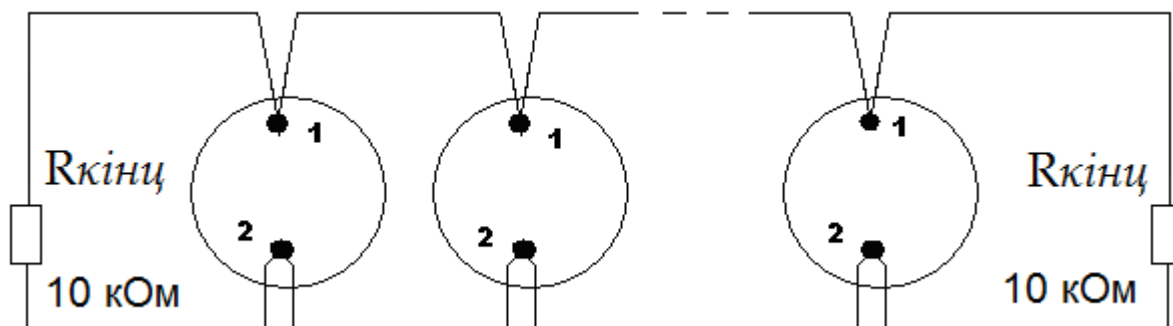

Рис. 3 Схема з'єднання сигналізаторів СПД-3.4 в локальну мережу пожежної сигналізації
6.10 При об'єднанні сигналізаторів в локальну мережу необхідно за допомогою двопровідного шлейфу з'єднати однойменні контакти баз між собою, ввівши дроти шлейфу через два отвори Ø 8 мм в базах, а на початку і в кінці шлейфа сигналізації встановити резистори R_{кінц}. Перевірити роботу групи сигналізаторів, викликавши спрацювання будь-якого з них відповідно до п. 6.8. На сигналізаторі що спрацював, включиться переривчастий звуковий сигнал і будуть спостерігатися часті спалахи червоного оптичного індикатора. Всі інші сигналізатори повинні видати тільки переривчасті звукові сигнали. Схема підключення сигналізаторів в автономну систему сигналізації наведена на Рис. 3.